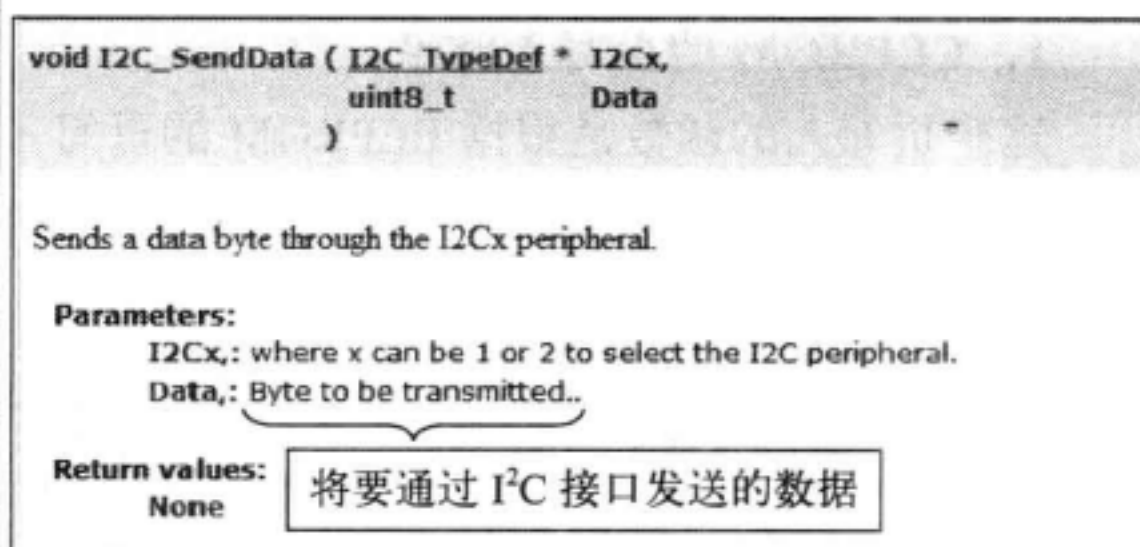

图 14-11 I2C SendData 函数说明
3) 第 29 行, 调用库函数 `I2C_SendData()`, 请注意这个库函数的输入参数为 `WriteAddr`, 根据 EEPROM 的页写入时序, 发送完 I²C 的地址后的第一个数据并不就是要写入 EEPROM 的数据, EEPROM 对这个数据解释为将要对存储矩阵写入的地址, 这个参数 `WriteAddr` 是在我们调用 `I2C_EE_PageWrite()` 函数时作为参数输入的, 在本实验中 `WriteAddr` 的值由 `I2C_EE_BufferWrite()` 计算得出。I2C `SendData()` 函数说明见图 14-11。